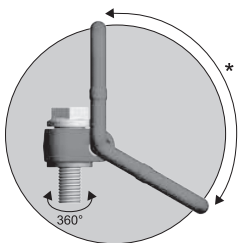

Figura 1: \*Campo di applicazione consentito (l'anello non deve toccare il carico)
- Caricare i punti di sollevamento nella direzione specificata (vedere figura 1) considerando il carico di lavoro in base alla tabella.
- La direzione del tiro non è conforme alla figura 1.